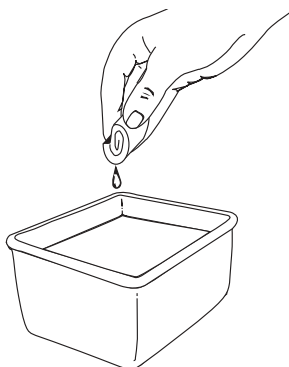

Figure 45
3. Lave el filtro con agua y detergente (Fig. 45). Enjuague bien el filtro y déjelo secar.